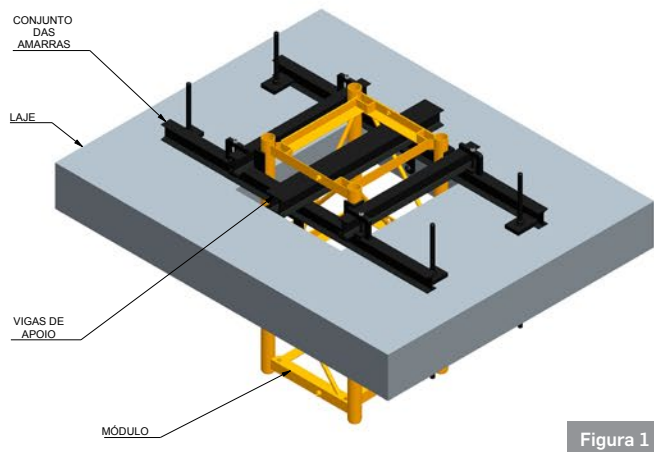

Figura 1
LAYOUT GERAL (VIDE FIGURA 1)
- Montar o primeiro módulo na laje, sobre a Viga de Apoio e fazer a primeira Amarra (Figura 1);